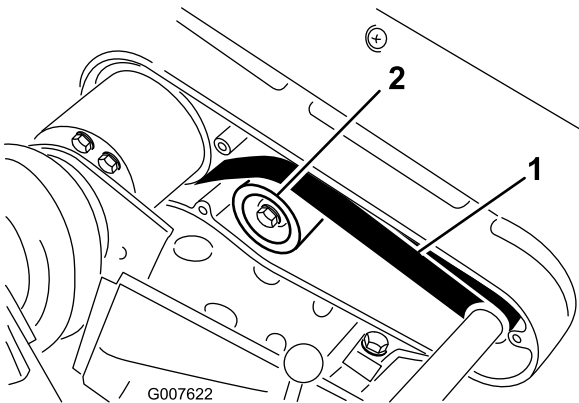

Figura 42
2. Compruebe la tensión presionando la correa en el punto intermedio entre las poleas (Figura 42) con una fuerza de a 22–26 N. La correa debe desviarse 6,4 mm.
- A. Afloje la tuerca de montaje de la polea tensora y pivote la polea tensora en el sentido de las agujas del reloj contra la parte trasera de la correa, hasta obtener la tensión deseada (Figura 42).